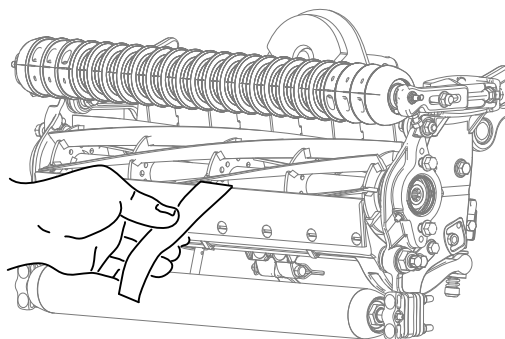

Figure 10
12. Contrôlez la performance de coupe en insérant une longue bande de papier de performance de coupe Toro entre le cylindre et la contre-lame, perpendiculairement à la contre-lame (Figure 10).